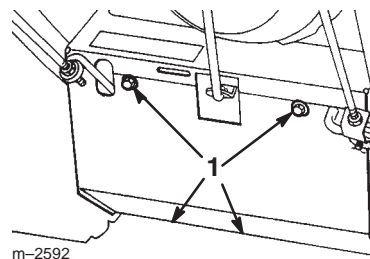

Figure 26
4. Retirez les quatre boulons à embase qui assujettissent la plaque de protection inférieure au châssis, et déposez la plaque (Fig. 26).
8. Retirez les quatre boulons à embase qui assujettissent la plaque de protection inférieure au châssis, et déposez la plaque (Fig. 26).
5. Retirez les quatre boulons à embase de fixation de la plaque de protection inférieure et déposez la plaque (Fig. 26).